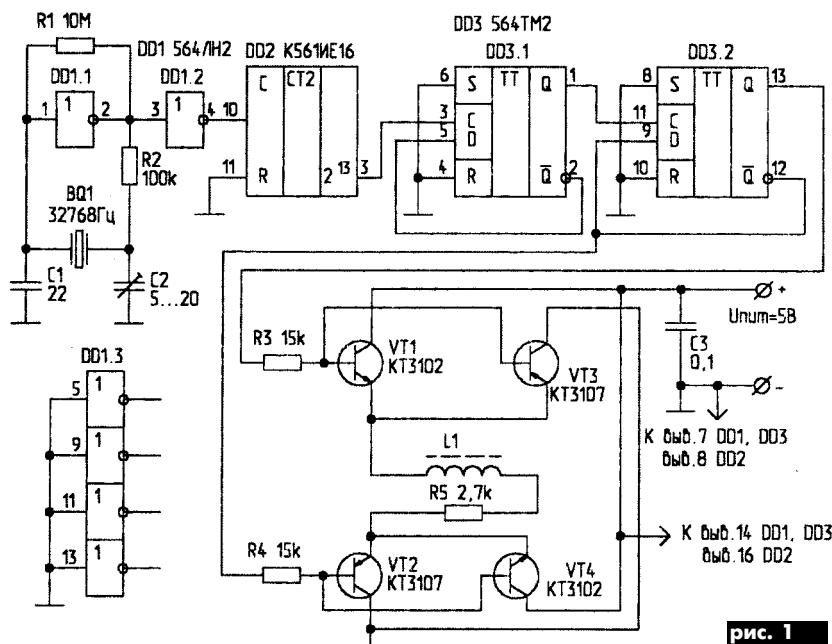
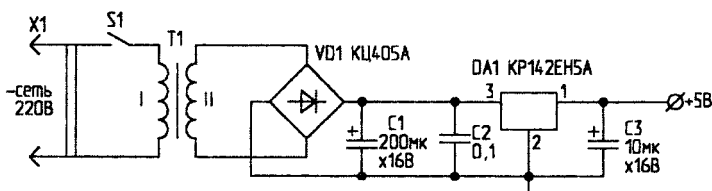

рис. 1
рис. 2
На **рис.1** представлена схема электронных часов, выполненная из дискретных элементов. Задающий генератор собран на элементах DD1.1, R1, R2, C1, C2, BQ1 и представляет собой КМОП-инвертор, охваченный обратной связью. Опорный сигнал через буферный элемент DD1.2 поступает на тактовый вход счетчика DD2 (типа K561IE16), обладающего коэффициентом деления  $2^{14}=16384$ , и на его выходе 3 сигнал имеет частоту 2 Гц. DD3.1 и DD3.2 - делители частоты, каждый из которых делит частоту на 2. На выходе DD3.2 присутствует прямой и инверсный сигналы с частотой 0,5 Гц, т.е. один перепад в секунду. Секундная стрелка двигателя при помощи ротора шагового двигателя. Чтобы передвинуть его на одну позицию (т.е. на 1 с) необходимо подать в его обмотку импульсы разной полярности, тогда ток пойдет сначала от начала к концу по обмотке, затем - от конца к началу. В результате этого направление магнитного потока в магнитопроводе двигателя меняется на противоположное. Этот перепад, периодически повторяющийся, взаимодействует с магнитным полем постоянного магнита ротора и передвигает секундную стрелку на одну позицию. Для этой цели на базы транзисторов VT1-VT4 поступают прямой и инверсный сигналы с выхода триггера DD3.2 через токоограничительные резисторы R3, R4. Резистор R5 ограничивает ток через обмотку двигателя, уменьшая ЭДС самоиндукции.
Источник питания (**рис.2**) с напряжением +5 В использует понижающий трансформатор с напряжением на вторичной обмотке 9 В и интегральный стабилизатор на ИМС KP142EH5A. При использовании других источников питания с  $U=5...15$  В необходимо параллельно включить стабилитрон КС162А, ограничивающий выбросы, т.к. повышение напряжения питания приведет к увеличению ЭДС самоиндукции в обмотке шагового двигателя.
**Детали.** ИМС серии 564 (DD1, DD3) можно заменить на ИМС серии K561, транзисторы KT3102 (VT1, VT4) и KT3107 (VT2, VT3) с любым буквенным индексом можно заменить соответственно на KT315 и KT361. Конденсаторы - КМ-5 (C1), КМ-6 (C3 - рис.1, C2 - рис.2), K50-35 (C1, C3-рис.2), резисторы типа C2-22 - 0,125 или аналогичные, диодный мост - КЦ405А (VD1). Кварцевый резонатор (с частотой 32768 Гц) можно использовать от кнопочного манипулятора "мышь". Подгонка точности хода часов осуществляется подстроечным конденсатором C2 (желательно выполнять с помощью частотомера).